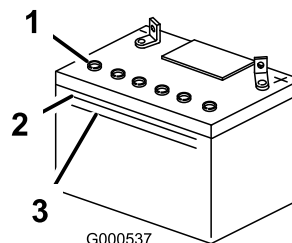

図 51
- バッテリーを側面から見て液の量を確認する。電解液が **上の線** まであればよい 図 51。バッテリー液の量が下の線より下がらないように管理する 図 51。
5. バッテリーの各セルのキャップを外す 図 51。
6. 液量が上の線に達するまで 図 51、各セルに蒸留水をゆっくりと補給する。
7. 各セルに補給した後、5-10分待って液量がバッテリーケースの上の線 図 51に届かなければ蒸留水を足す。